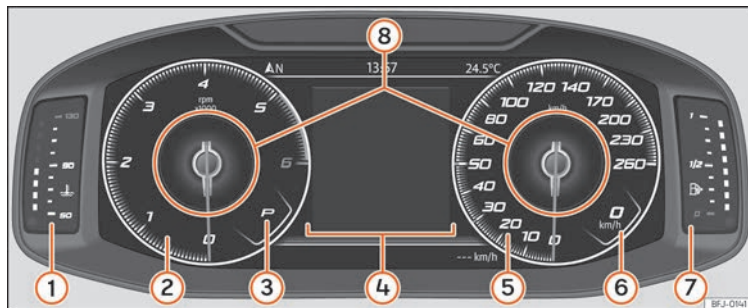

Fig.70 SEAT Digital Cockpit en el tablero de instrumentos (vista clásica).
En la *Vista Clásica* y en *Semicircular watches* se tiene la posibilidad de personalizar la información que aparece en **Perfiles de información** » **fig. 70** ⑧.
» fig. 70.